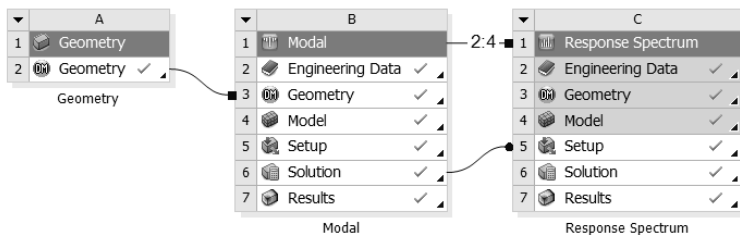

图 8-36 项目管理区中的分析项目
Step1：单击 Mechanical 界面右上角的 （关闭）按钮，退出 Mechanical，返回到 Workbench 主界面。此时，主界面的项目管理区中显示的分析项目均已完成，如图 8-36 所示。